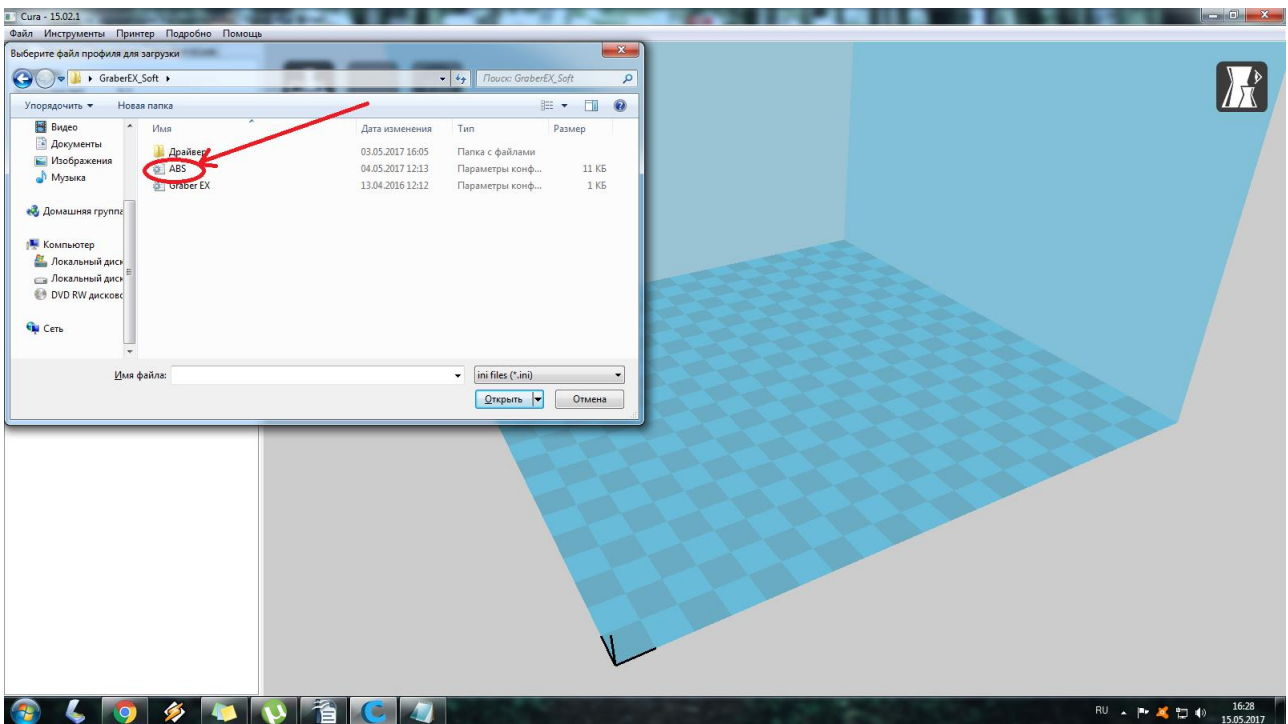

Рисунок 22. Загрузка файла «ABS.ini»
21) Из папки «Graber EX» загрузите файл «ABS.ini», рисунок 22